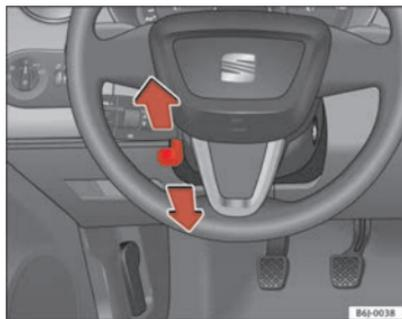

Abb. 91 Lenkradhöhen-einstellung
- Schwenken Sie den Hebel \Rightarrow Abb. 91 unter der Lenksäule nach unten \Rightarrow .
- Stellen Sie das Lenkrad so ein, bis die gewünschte Einstellung erreicht ist \Rightarrow Abb. 91.
- Stellen Sie den Fahrersitz oder das Lenkrad so ein, dass der Abstand zwischen Lenkrad und Brustbein mindestens 25 cm beträgt \Rightarrow Abb. 91. Wenn Sie den Mindestabstand nicht einhalten, kann Sie das Airbag-System nicht schützen – Lebensgefahr!